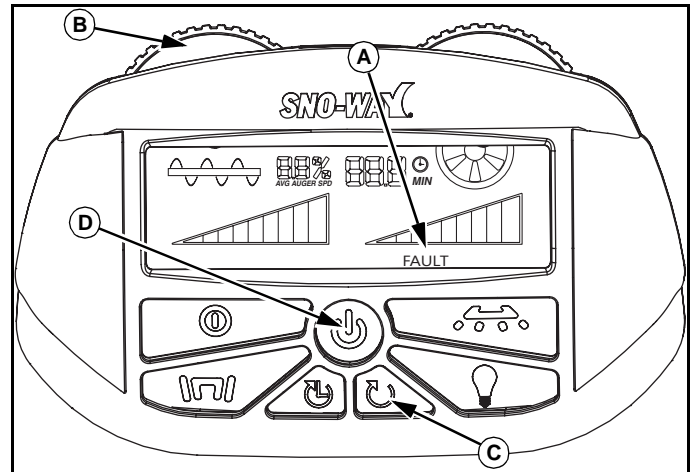

Abb. 1-18
Wenn die Schnecke eine Blockierung feststellt, dann wird das Wort FAULT (FEHLER) (A) auf dem Bildschirm angezeigt. Der linke Schneckendrehknopf (B), die EIN-/Aus-Taste (D) und die Fehlerücksetztaste (C) blinken dann rot. Das Diagramm verschwindet und die Schnecke beginnt rückwärts und vorwärts zu drehen. Außerdem hören der Vibrator, das Befeuchtungssystem und die Leuchte zu laufen auf, bis die Blockierung beseitigt ist. Wenn die Blockierung beseitigt ist, nimmt der Streuer wieder seinen vorherigen Betrieb auf. Wenn die Blockierung nach vier Zyklen nicht beseitigt ist, gibt das Gerät einen Piepton ab und funktioniert nicht mehr. Das Wort FAULT (FEHLER) (A) bleibt auf dem Bildschirm beleuchtet. Der Schneckendrehknopf und die Fehlerücksetztaste blinken rot, die Ein-/Aus-Taste ist konstant rot. (Siehe Abb. 1-18.)